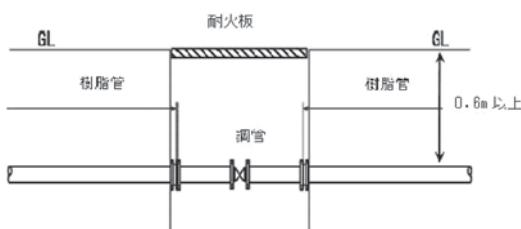

図1-2 ピット内接続の施工例（バルブがある場合）
(1) 地上に露出した鋼製の管と地下に埋設された合成樹脂製の管を接続する場合地上に露出した鋼製の管と地下に埋設された合成樹脂製の管を接続する場合には、雨水等の進入を防止できる耐火性能を有する蓋をした地下ピットに設置する方法があること。この場合には、鋼製の管について、地盤面から0.6m以上の根入れ（管長をいう）をとり地下ピット内で合成樹脂製の管と接続すること。（図1-1、図1-2参照）。